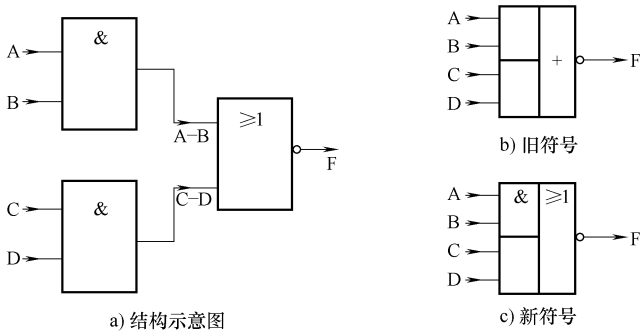

图 14-34 与或非门电路结构示意图和电路符号
1) 与或非门电路。与或非门电路是两个或两个以上与门和一个或门，再一个非门串联起来的门电路，如图 14-34 所示是这种逻辑门电路结构示意图和电路符号。